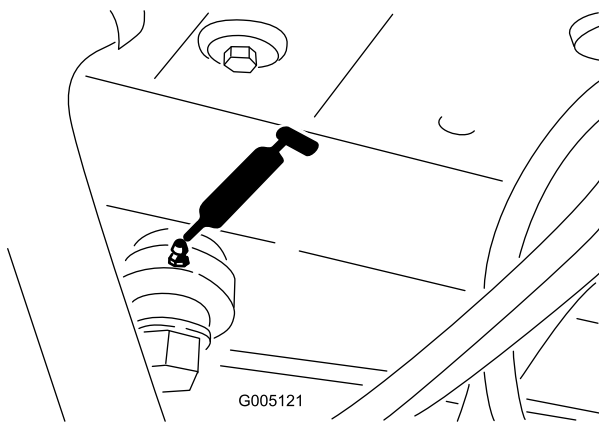

Bild 28
- Servolenkungszyylinder (Bild 28)